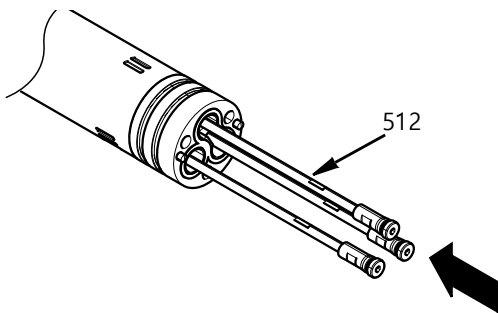

FIG. 29
9. 어댑터를 통해 로드 차단 밸브(512)를 중앙 본체에 삽입합니다. FIG. 29를 참조하십시오.